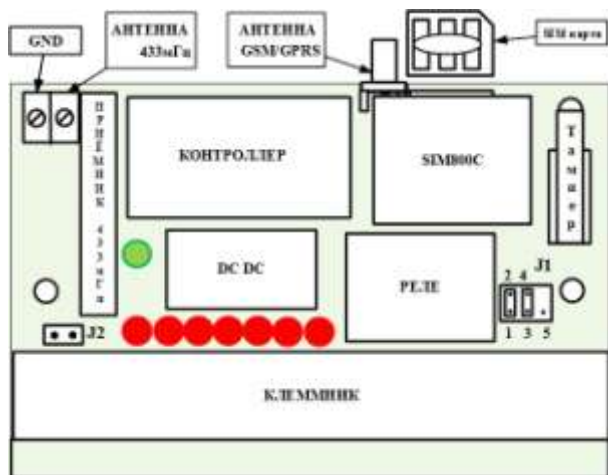

Рис. 1 Вид сверху со снятой крышкой.
4.1. Снимите крышку, которая удерживается на основании магнитными присосками, вставьте SIM карту в держатель, расположенный на GSM модуле SIM800C(L) (см. Рис.1), снимите перемычки с колодки J1 и подсоедините к ней соответствующим концом шнур программатора «Алмаз ШП1» (см. Рис.1). 2-ой конец шнура подсоедините к USB интерфейсу компьютера.
4.3. По окончании программирования отсоедините шнур программатора от прибора, установите переключки колодки J1 на место (см. Рис.1) и закройте корпус.